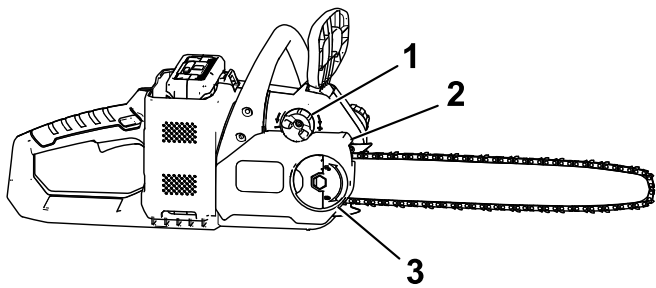

Figure 29
5. Vissez l'écrou à oreilles jusqu'à ce qu'il soit bien serré (Figure 29).
2. Retirez l'écrou à oreilles qui fixe le couvercle (Figure 29).
- Détendez la chaîne en tournant la vis de tension dans le sens antihoraire (Figure 29).